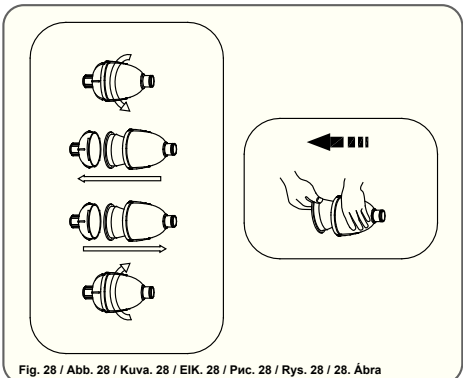

Fig. 28 / Abb. 28 / Kuva. 28 / EIK. 28 / Рис. 28 / Rys. 28 / 28. Ábra
- When finished, unplug the filter pump and remove any debris from the debris bag and filter cartridge. (See Fig. 28)
- Quando tiver terminado, desligue a bomba de filtro e remova quaisquer detritos do saco de detritos e do cartucho do filtro. (Veja Fig. 28)
- Quando haya acabado, desconecte la bomba de filtrado, y quite los restos de la bolsa de recogida de desechos que hayan podido quedar en el cartucho del filtro. (Vea Fig. 28)
3. Ziehen Sie zum Schluss den Stecker der Filterpumpe und entfernen den Schmutz aus Filterbeutel und Filterkartusche. (Siehe Abb. 28)
3. Al termine dell'operazione, scollegare la pompa a filtro e rimuovere lo sporco accumulato nel sacchetto di raccolta e la cartuccia del filtro (Vedere Fig. 28)
3. A la fin, débranchez la pompe de filtration et éliminez tous les déchets contenus dans le sacchet à déchets et dans la cartouche du filtre. (Voir Fig. 28)
3. После окончания работы выключите фильтрующий насос из сети и удалите мусор из мешка для мусора и вкладыша фильтра. (См. Рис. 28)
3. Po sprzątaniu odłącz pompę filtracyjną od zasilania i usuń zanieczyszczenia z worka zbierającego i wkładki filtra. (Patrz Rys. 28)
3. När man är klar ska man koppla från filterpumpen och avlägsna eventuellt skräp från avfallsposen och filterpatronen. (Se Fig. 28)